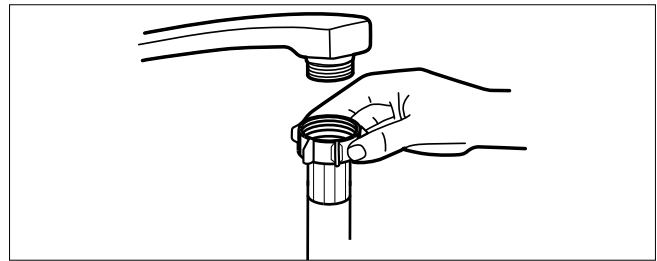

Fig. 5 – Conexión de la manguera de agua
- ▶ Conecte la manguera de entrada de agua (25) a un grifo de agua fría de rosca 3/4" (véase Fig. 5).